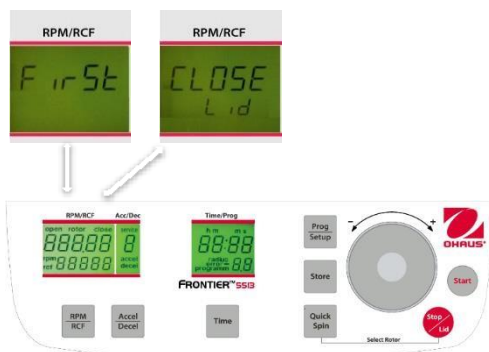
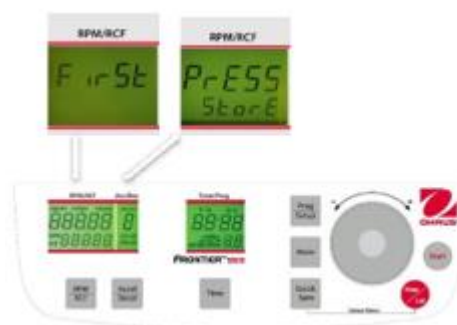

Abbildung. 20
Abbildung. 21
Wenn die Proben temperaturempfindlich sind, ist es sinnvoll, die Zentrifuge, den Rotor und möglicherweise die Behälter auf die gewünschte Arbeitstemperatur vorzukühlen. Fügen Sie daher den gewünschten Rotor ein und stellen Sie die entsprechende Temperatur vorab ein. Durch gleichzeitiges Drücken der Tasten "**Temp/Setup**" (13) (siehe Abbildung 20) und "**Time**" (6) starten Sie den Durchlauf. Während des Betriebs wählt die Einheit automatisch eine Rotationsgeschwindigkeit, die 20% der zulässigen Rotationsgeschwindigkeit des entsprechenden Rotors entspricht. Nachdem die Vorstarttemperatur erreicht ist, können Sie den Vorkühldurchlauf mit der "**Stop**"-Taste (10) verlassen. Je nach eingefügtem Rotor, dauert die Vorkühlung ungefähr zwischen 10 und 20 min.
Lockern Sie den Deckel der Zentrifuge. Fahren Sie nun fort wie zuvor beschrieben, um alle wichtigen Durchlaufparameter einzustellen. Wenn der Deckel nicht geschlossen ist, wenn Sie das Programm speichern, blinken auf der Anzeige "**RPM/RCF**" (A-1) die Worte "**FirSt**" und "**CLOSE Lid**" (siehe Abbildung 20) abwechselnd. Wenn Sie den Durchlauf starten möchten, ohne das Programm zu speichern, blinken auf der Anzeige "**RPM/RCF**" (A-1) die Worte "**First**" und "**PrESS StoreE**" (siehe Abbildung 21) abwechselnd.